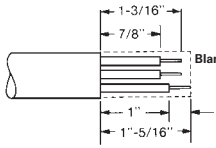

Figure 3
- Dénuder le cordon de sa gaine et de son isolant en respectant les dimensions indiquées à la figure 3. Prendre garde de n'endommager ni les conducteurs individuels ni leur isolation.